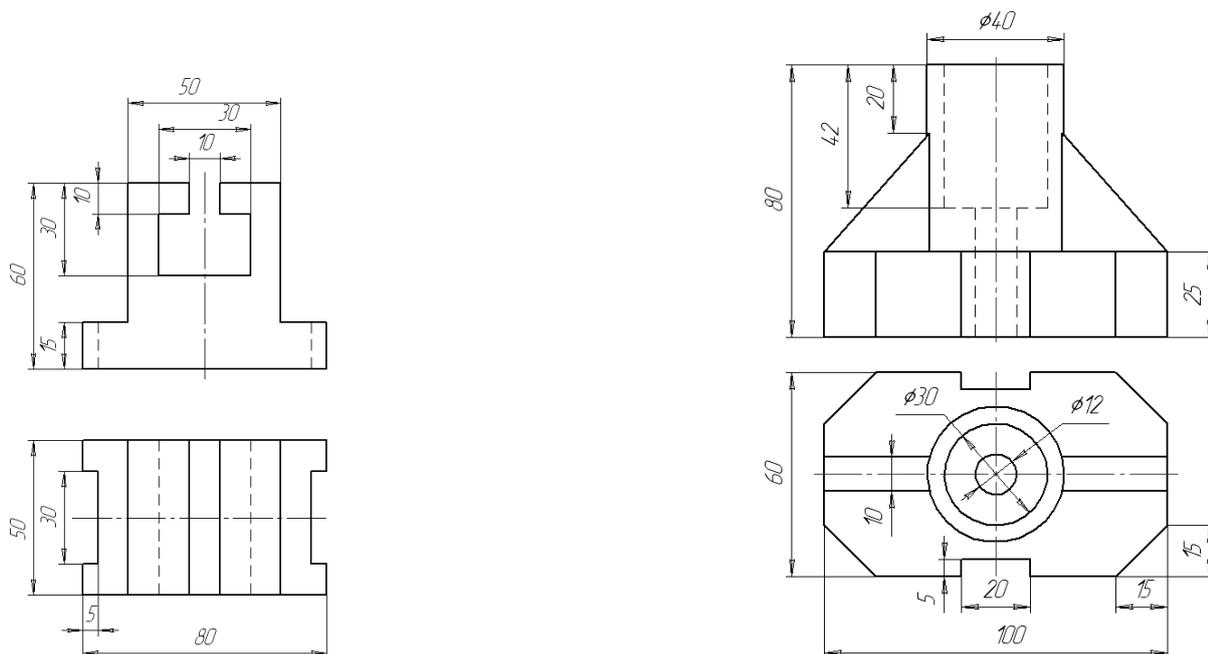

Рисунок 1
6. Выполнить чертеж рис. 1.
Требования к содержанию и оформлению: практическая работа, выполненная по образцу – рисунок 1.